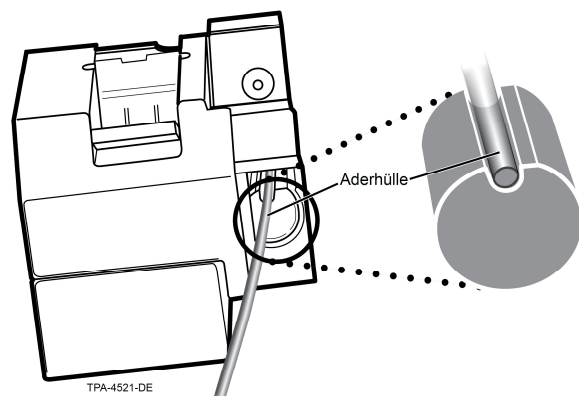

Abbildung 16
- a. Feststellhebel lösen und Werkzeug öffnen. Feststellen, wo die führende Kante der Klinge eine im Metallhalter platzierte Aderhülle berühren wird (Abbildung 16).
- d. Werkzeug wie in Abbildung 16 dargestellt ziehen, um die Oberseite der Hülle anzuschneiden und Zugang zu den Aderhüllen zu erhalten (sich ggf. wie vorgeschrieben an den Markierungen an der Aderhülle orientieren).